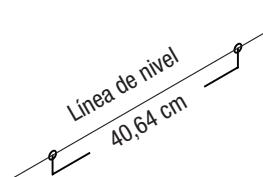

Figura 2
PASO 2: Dibuje una línea en la pared con un nivelador para determinar la ubicaciones de los orificios de los tornillos. Los tornillos se deben instalar con una distancia aproximada de 40,64 cm, como se muestra en la **Figura 2**.